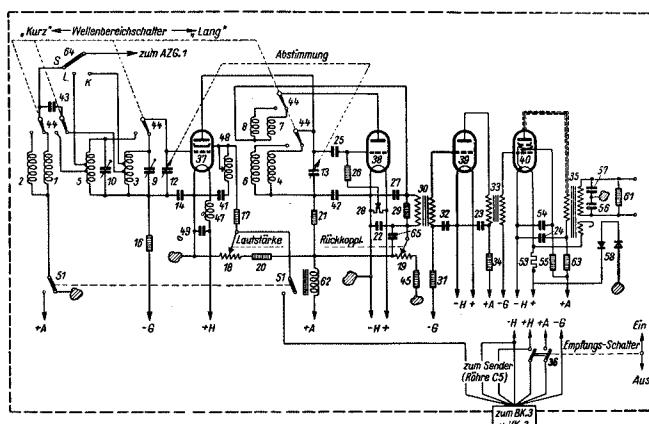

Abb. 22 Schaltplan zu Empfänger E. 4a.
Wirkungsweise (vergl. Abb. 22): Nach erfolgtem Einschalten — Empfangsschalter (36) in Stellung „Ein“ — erhalten die Röhren Heizspannung aus Heizbatterie 2 Z 3, Anoden- und Gitterspannung aus Trockenbatterien, die im Batteriekasten BK. 3 des Einbaufabzes untergebracht sind.